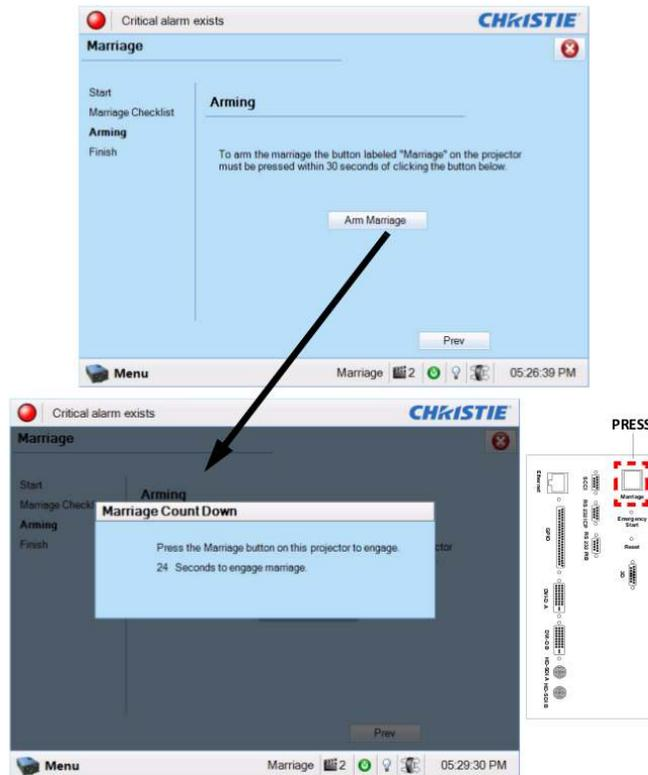

图 45 进行合并和整合倒计时.
- d. 进行合并。在 Arming 窗口，点击 Arm Marriage 按钮(参考图 45)，开启一个 30 秒的倒计时器，在倒计时进行中，PI 板上 Marriage 按钮中的 LED 灯将闪烁绿光，你必须在 30 秒窗口进行点击 PI 板上 Marriage 按钮，以便合并生效，当按下 Marriage 按钮时，LED 按钮将变为稳定的绿色表示合并成功。